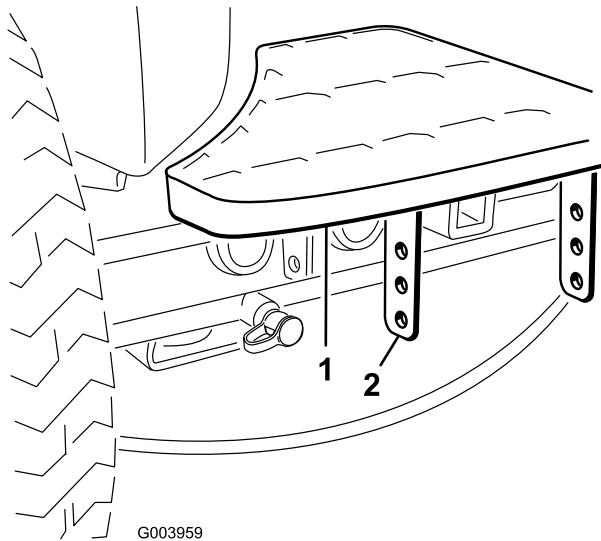

図2
- ステップのブラケットをトラクションユニットのフレームに固定しているボルト2本を外す図2。